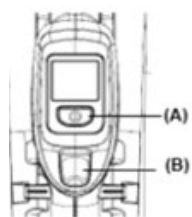

Fig 9
1. Presione el botón de encendido "I" en la unidad de visualización de control múltiple para iluminar la pantalla (Fig. 9).
4. El soplador puede proporcionar la velocidad máxima del aire al presionar el botón turbo (Fig. 9).